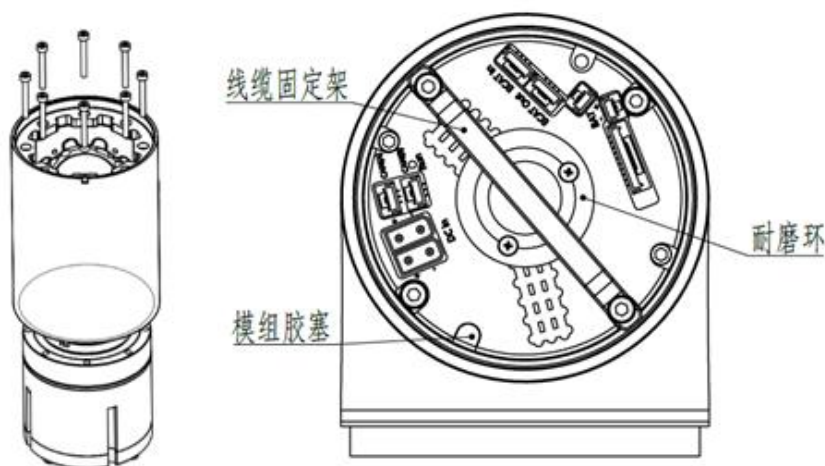

图 3-18 J5 轴模组安装示意图
- 步骤8** 取出新模组，将耐磨环、模组胶塞、线缆固定架安装到新模组上，将模组外圈（螺孔与螺孔之间的区域）涂一层黑威密封胶，再将模组安装到外壳上，锁紧螺钉（安装螺钉时需涂一层螺纹胶），螺钉扭矩为： $2.4\text{N}\cdot\text{m}$ ，安装示意图如图 3-18 所示。